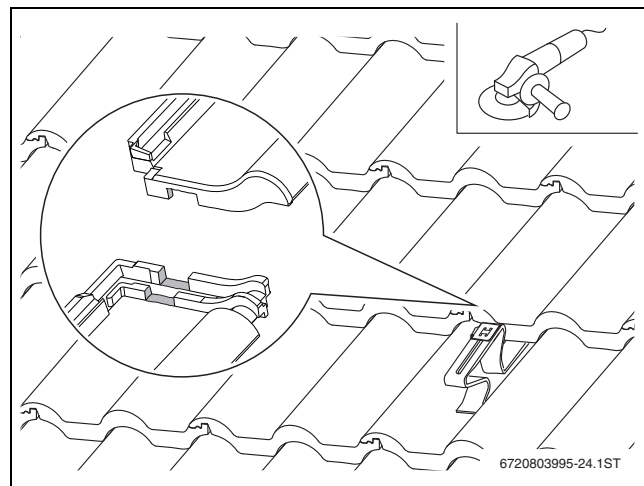

Рис. 20 Доработка черепицы
- Осторожно удалите точки прилегания на черепице в зоне кровельного крюка (→ рис. 20).